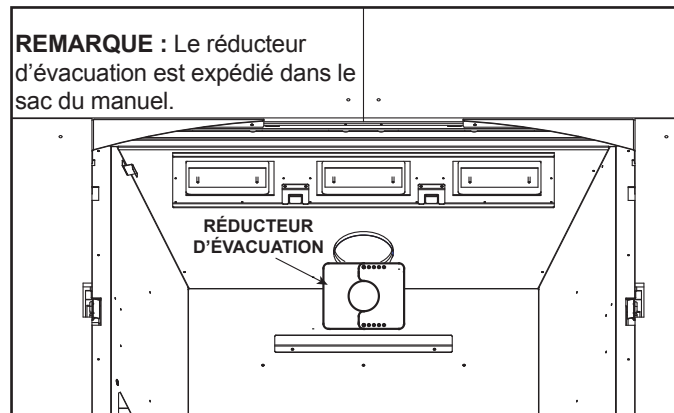

Figure 4.12 Installation d'un réducteur d'évacuation
5. Centrez les deux pièces du réducteur d'évacuation sur le conduit d'évacuation au réglage sélectionné à l'étape 3 et en fixant à l'aide des deux vis autotaraudeuses. Voir la figure 4.12.